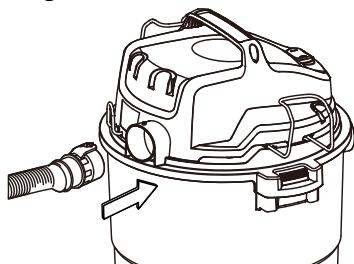

Fig. 5
12. Inserte el extremo más grande de la manguera 15 en el puerto de soplido 3 de la parte posterior del cabezal motriz y fíjelo. Fig. 5.